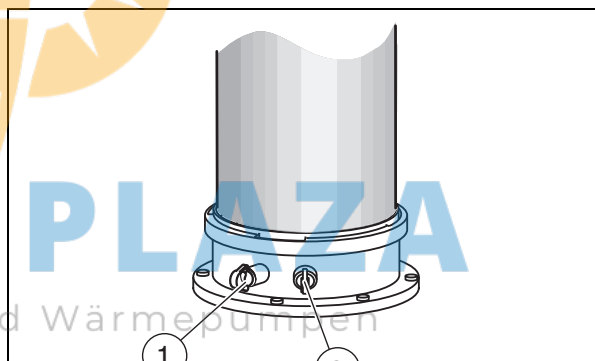

Bild 55 Abgasmessstutzen und Verbrennungsluft-Messstutzen
- ▶ Stopfen am Verbrennungsluft-Messstutzen (→ Bild 55, [2]) entfernen.
- ▶ Stopfen am Abgassmessstutzen (→ Bild 55, [1]) entfernen.